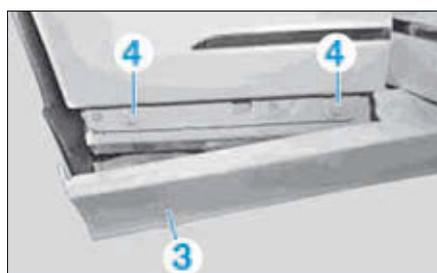
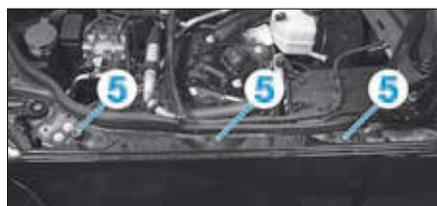

FIG. 81
FIG. 82
- Si équipé, dégraffer la partie avant du recouvrement de bas de caisse (3) (Fig.81).
- Déposer les vis (4).
- Déposer les vis (5) (Fig.82).